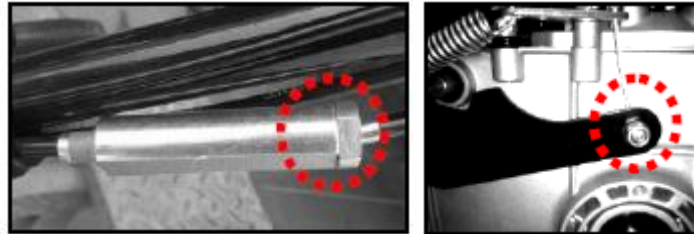

FIGURE 6 FIGURE 7
- ④ Vérifiez si le manchon de compensation est serré (voir figure 6)